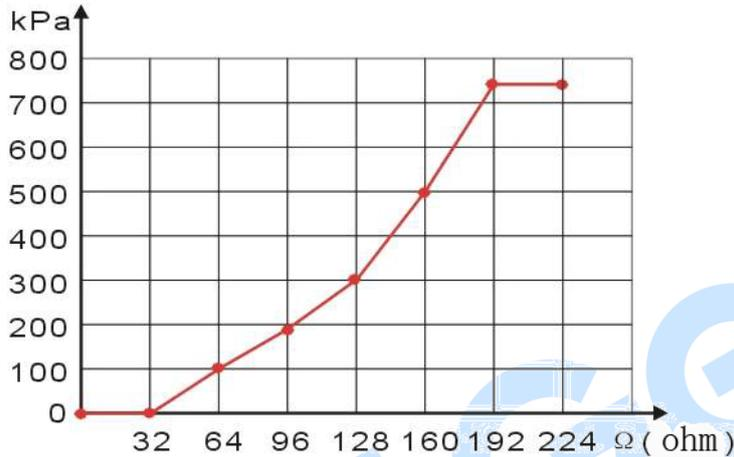

图7 曲线设置
- 可以将最前面的几个点或最后面的几个点纵坐标设成一样。如图 7 所示：